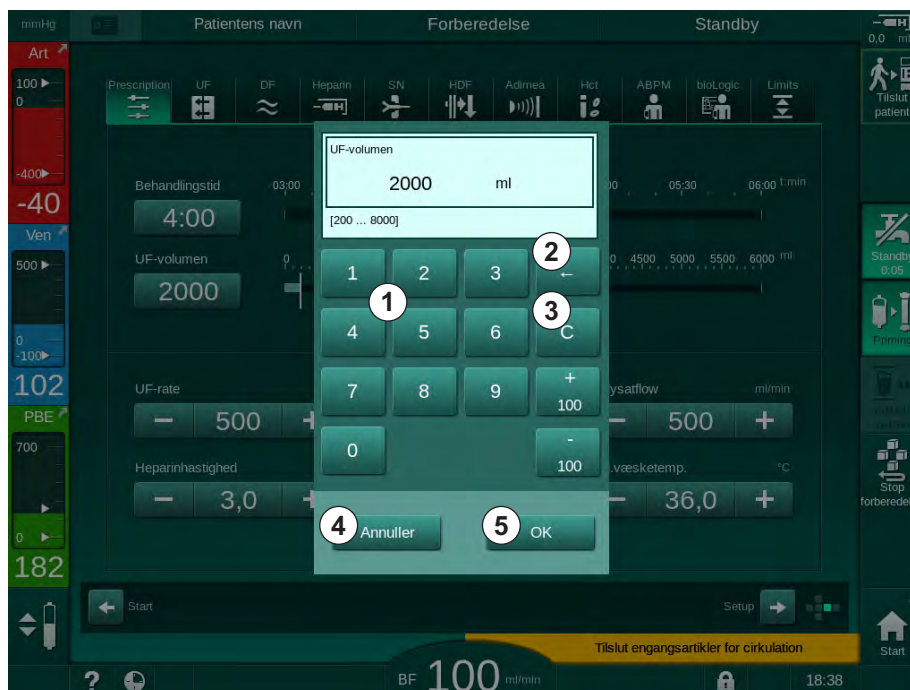

Fig. 3-19 Ændring af parametre
2. Tryk på ikonet til den parametergruppe, der skal ændres (eksempel i Fig. 3-19: ordinationsdata).
3. Tryk på værdien, der skal ændres (eksempel i Fig. 3-19: UF-volumen 2000 ml).
Tilladte trin er forudindstillet og angivet på knappen (i Fig. 3-19: 100 ml).
Tilladte trin er forudindstillet og angivet på knappen (i Fig. 3-19: +100 ml).
Tilladt indstillingsområde er angivet i firkantede parenteser under den numeriske værdi (i Fig. 3-19: [100 ... 10000]).